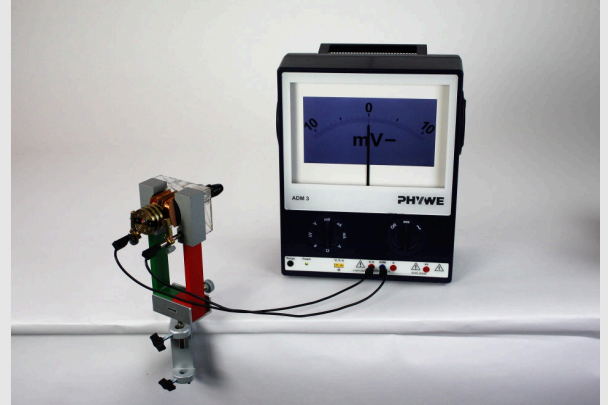

Abb. 4
- Wähle den Wechselspannungs-Messbereich 3 V~ (Abb. 4).